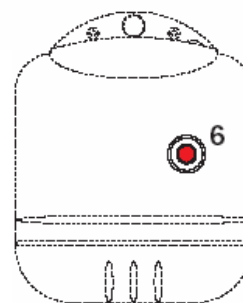

Рис. 1
При кратком нерабочем периоде просто поверните выключатель **5** (Рис. 1) на панели управления в положение "0". При длительном нерабочем периоде наряду с этим должен быть закрыт вентиль (кран) подачи топлива. При длительном нерабочем периоде в зимний период, во избежание замерзания системы, добавьте в систему специальный антифриз или полностью осушите систему.
- a** – Блокировка горелки, сигнализируемая соответствующей лампочкой **6** (Рис. 1). Смотрите инструкция к горелке.
- 2 Установите термостат 4 (Рис. 1) на требуемое значение.
- 3 Включите выключатель выше котла и выключатель 5 панели управления (Рис. 1)